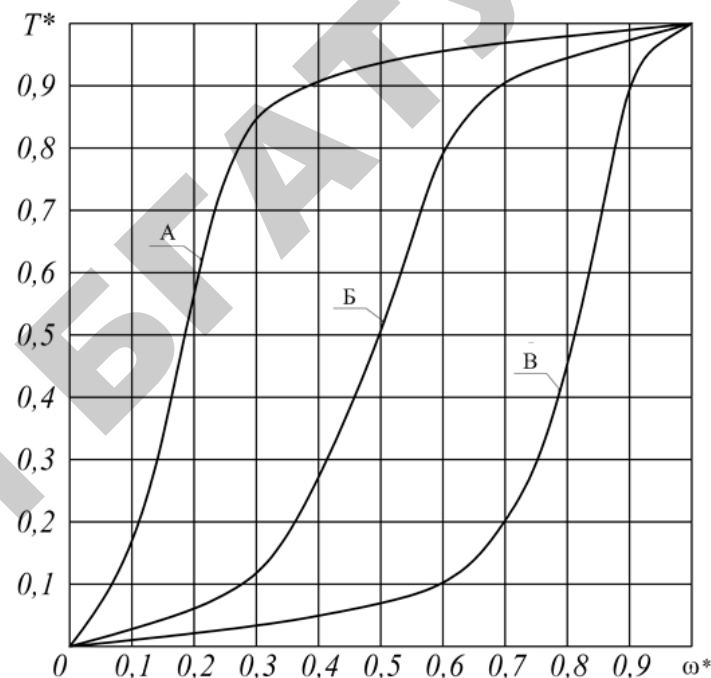

Рис. 14.1. Распределение времени работы рабочей машины в интервале регулирования скорости вращения:
• **к пункту 4 плана занятия.** Пользуясь рис. 14.1 и кривой Б, определить время работы T_i^* на каждой из 3 ранее определенных скоростей вращения, записанных в табл. 14.4 (в относительных единицах). Время работы T_i^* записать по форме табл. 14.5.
Например, при угловой скорости ω_n $\omega_n^* = 1,0$ (табл. 14.5). При этой угловой скорости $T_n^* = 1$ (рис. 14.1), значит, $T_n = T_{уд} \cdot 1$. Для угловой скорости $\omega^* = \omega_{2c}^*$ (табл. 14.5) по рис. 14.1 найти значение T_{2c}^* . Следовательно, $T_{2c} = T_{уд} T_{2c}^*$ и т. д.